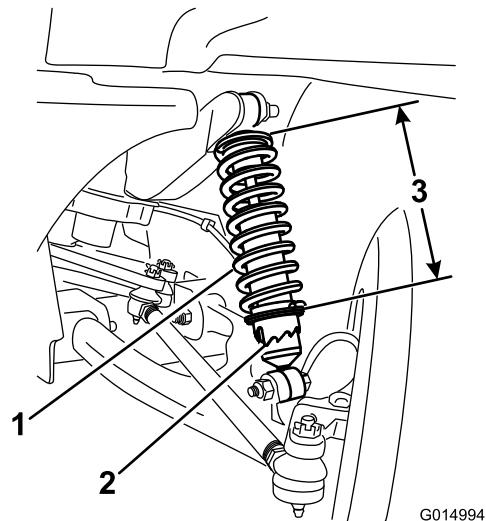

図 32
- A. 特殊工具 TOR06010 を使って、ショックアブソーバのカラーを回転させてスプリングの長さを変更する（図 32）。